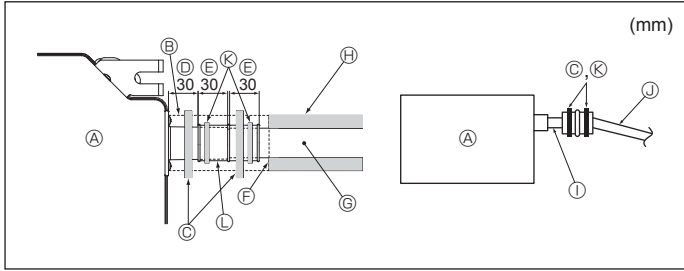

Fig. 6-2
1. Drenaj soketini (üniteyle birlikte verilmiştir) drenaj çıkışına bağlayın. (Fig. 6-2) (Boruyu PVC tutkallıya tutturduktan sonra bantlayarak tespit edin.)